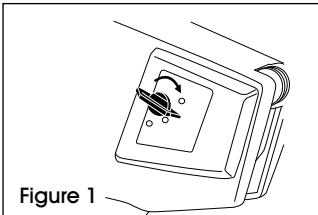

Figure 1
1. Tournez le verrou pour libérer la porte du rouleau encreur, puis tirez doucement sur le rouleau encreur pour le sortir complètement de l'étiqueteuse. (Voir Figure 1)